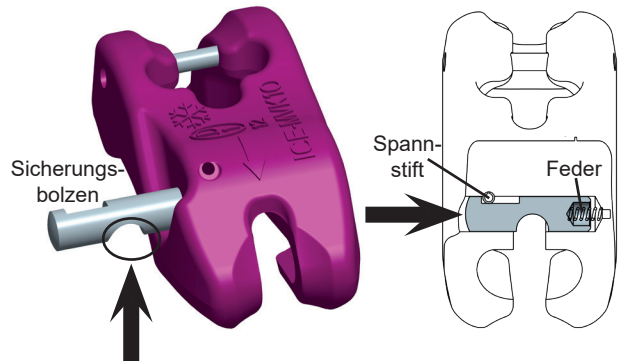

Abb. 28:
- Schieben Sie dann einen neuen Sicherungsbolzen in die Bohrung (Abb. 28).
- Richten Sie den Sicherungsbolzen so aus, dass die abgerundete Aussparung nach unten zeigt (Abb. 28). Nur dann kann im nächsten Schritt der Spannstift zur Sicherung des Sicherungsbolzens in die entsprechende Nut eingeschlagen werden.